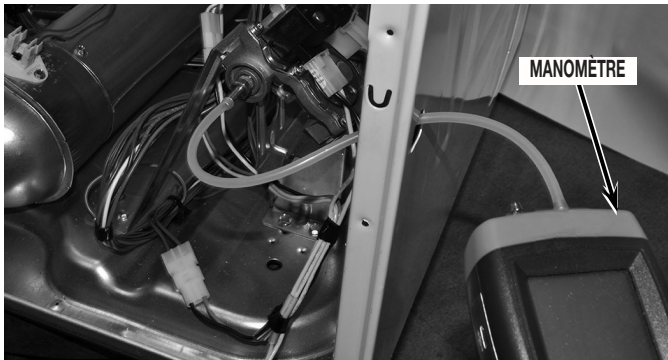

FIGURE 3
3. Connecter un tuyau étanche à l'air sur la prise de pression; acheminer le tuyau à travers l'orifice de passage dans le panneau latéral du côté droit; connecter l'autre extrémité du tuyau sur un manomètre (le tuyau étanche à l'air est connecté entre la prise de pression et le manomètre.) Voir la Figure 3.